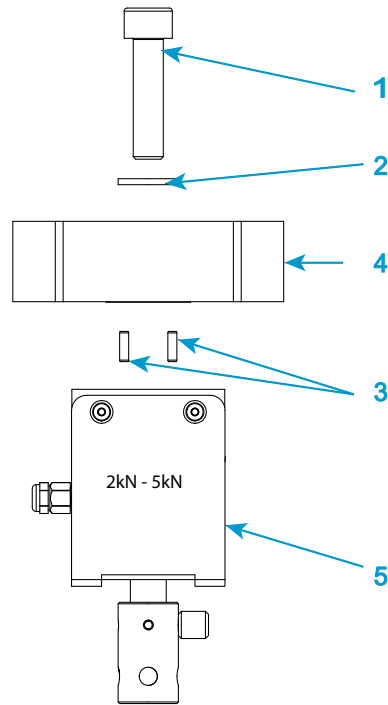

Figure 16. Installation des capteurs de force de série 2519 – capacité 1 kN jusqu'à 5 kN
Légende pour Figure 16
1. Consultez la Figure 16 à la page 87 et sa légende.